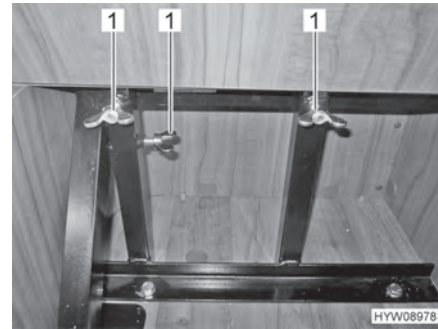

Bild 20 Steckstuhl mit Flügelmuttern sichern
- Steckstuhl mit Flügelmuttern (Bild 20,1) sichern.